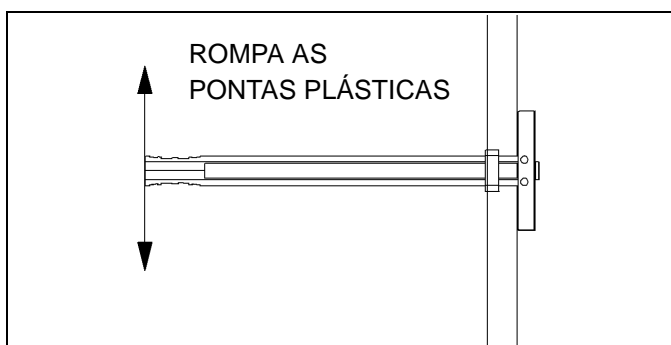

Figura 7.
5. Separe as pontas dos dedos de aperto, para romper as pontas plásticas de forma nivelada com o anel de plástico da âncora (consulte a figura 7).